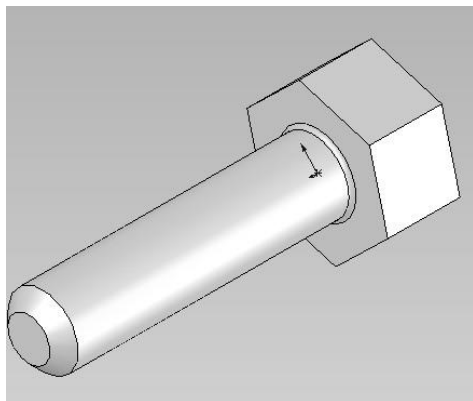

Рисунок 7.1 – Результату побудови фаски та округлення
- побудувати фаску на циліндричній частині гвинта. Для цього, натиснути кнопку «**Chamfer**» на панелі інструментів «**Features**» та виділити край, на якому буде створено фаску. На екрані відкриється вікно «**Chamfer**», де необхідно вказати відстань (розмір фаски) та кут: відстань – 2 мм, а кут 45° (рис. 7.1).
- побудувати округлення. Активізувати кнопку «**Fillet**» на панелі інструментів «**Features**». У вікні «**Fillet**», вказати радіус округлення кромки 0,5 мм та вказати внутрішнє ребро для створення округлення, (рис. 7.1). ОК.